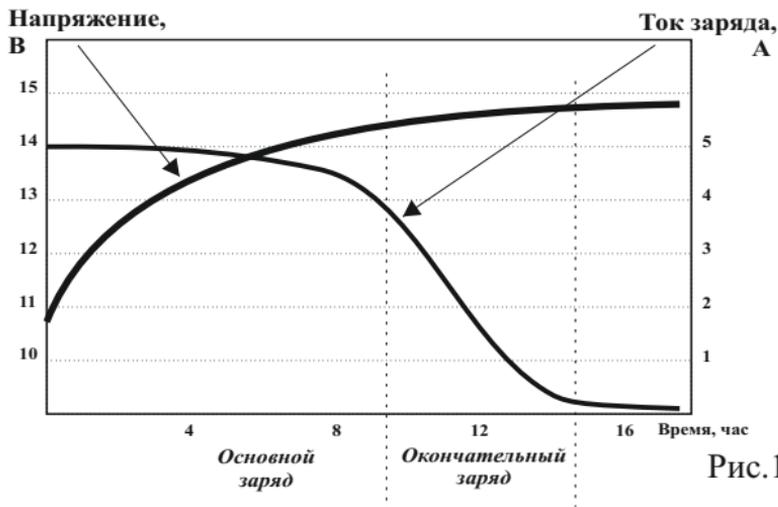

Рис.1
6.6. В процессе заряда напряжение на аккумуляторной батарее возрастает. По мере приближения напряжения АКБ к установленному напряжению ограничения происходит уменьшение тока заряда. При достижении напряжения АКБ установленного напряжения ограничения, ток снижается вплоть до значения тока саморазряда (менее 0,1А). Типичная вольт-амперная характеристика при заряде автомобильного аккумулятора емкостью 55 А*ч прибором **Кулон-7ххд** показана рис.1.